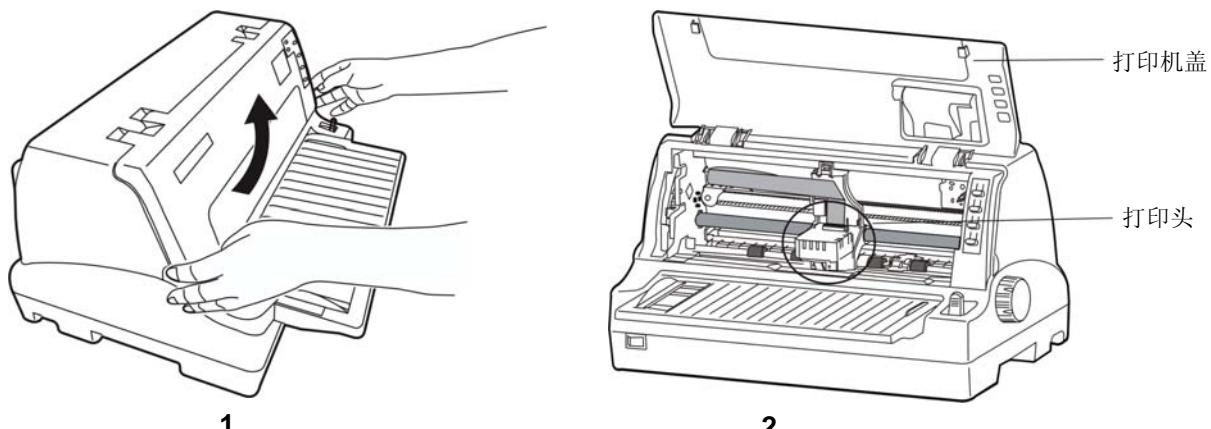

图 2-8 打开打印机盖
2. 用双手按住打印机盖左右两侧的凹位向上打开打印机盖（如图 2-8 所示）。
4. 将打印头移到打印机中间（如图 2-8（2）所示）。